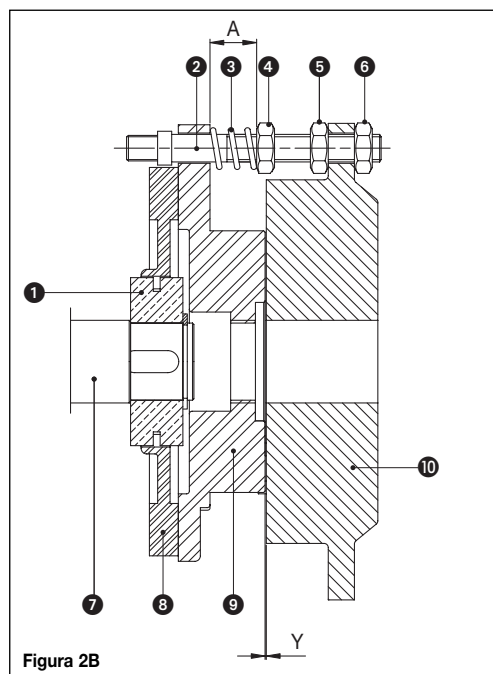

Figura 2B
## 2.2 Soluzione costruttiva del freno per motori grandezza 71÷160 (figura 2B)
Per i motori di grandezza 71÷160 (figura 2B) la rego- lazione della coppia frenante si effettua modificando la distanza A mediante i dadi ④. Ruotandoli in senso antiorario la coppia frenante diminuisce.
Il traferro Y (figura 2B e 2C) è la distanza fra i piani dell'elettromagnete e dell'ancora mobile a freno non alimentato (motore frenato).